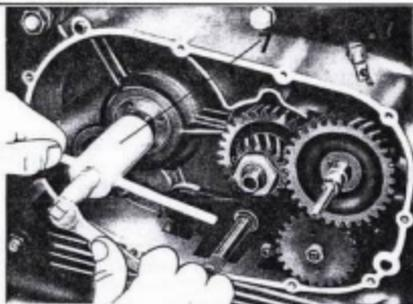

Abb. 76
- auf die Primärwelle den inneren Ring des Nadellagers, unter Verwendung des Werkzeuges Nr. 10909300 (7 aus Abb. 76);